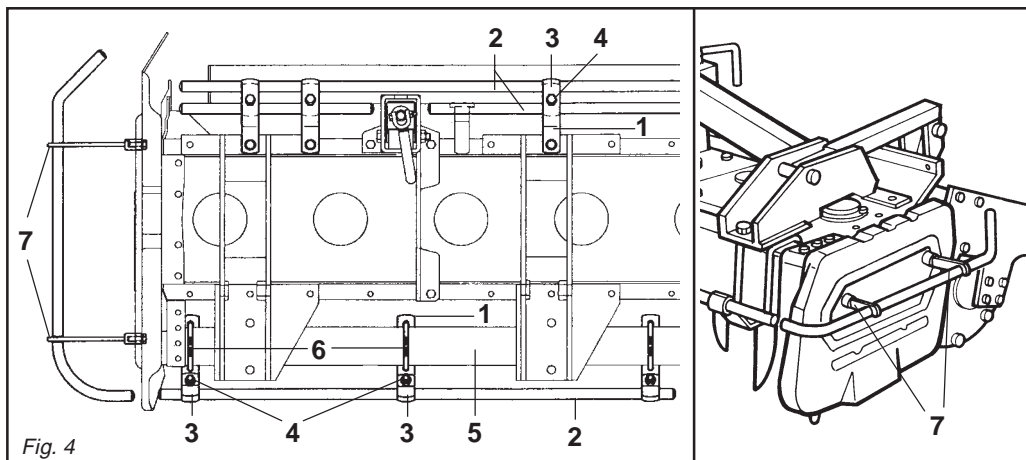

Fig. 4
- Il gruppo delle protezioni, composto dall'attacco (1 Fig. 4) che fa da fermo per i tubi (2 Fig. 4) bloccati dalla staffa (3 Fig. 4) e dalle viti (4 Fig. 4), è fissato al tubo quadro anteriore (5 Fig. 4) mediante i cavallotti (6 Fig. 4),
- The protection unit, consisting of the coupling (1 Fig. 4) that acts as a clamp for the pipes (2 Fig. 4) locked by the bracket (3 Fig. 4) and by the screws (4 Fig. 4), is fixed to the square front pipe (5 Fig. 4) by the U-bolts (6 Fig. 4) and should be posi-
- Die Gruppe der Schutzvorrichtungen, die sich aus dem Anschluß (1 Abb. 4), der zur Arretierung für die Rohre (2 Abb. 4) dient, die durch den Bügel (3 Abb. 4) blockiert werden, und den Schrauben (4 Abb. 4) zusammensetzt,
- Le groupe des protections, comprenant l'attelage (1 Fig. 4) qui sert de butée pour les tubes (2 Fig. 4) bloqués par la bride (3 Fig. 4) et par les vis (4 Fig. 4), est fixé au tube carré avant (5 Fig. 4) par des crampons (6 Fig. 4). Positionner une protection à droite et une à gauche, le plus possible à l'extérieur.
- El grupo de las protecciones, compuesto por la conexión (1 Fig. 4) que funciona como bloqueo de los tubos (2 Fig. 4) bloqueados a su vez por el soporte (3 Fig. 4) y por los tornillos (4 Fig. 4), está fijado en el tubo cuadrado anterior (5 Fig. 4) mediante los
- Lateralmente, su entrambe le fiancate, vanno fissate tramite le viti delle protezioni sagomate (7 Fig. 4).
- The shaped protections should be fixed laterally with screws to both the sides (7 Fig. 4).
wird am vorderen Vierkantröhr (5 Abb. 4) mit den U-Bolzen (6 Abb. 4) befestigt. Eine davon ist rechts und eine links, so weit wie möglich außen anzubringen.
- Seitlich auf den beiden Seitenteilen sind die geformten Schutzteile (7 Abb. 4) mit Schrauben zu befestigen.
- Les protections galbées doivent être fixées latéralement, des deux côtés avec les vis des protections (7 Fig. 4).
pernos de U (6 Fig. 4) y debe ser emplazado uno a la derecha y uno a la izquierda lo más externamente posible.
- Lateralmente, sobre ambos lados, debemos fijar mediante los tornillos las protecciones molduradas (7 Fig. 4).